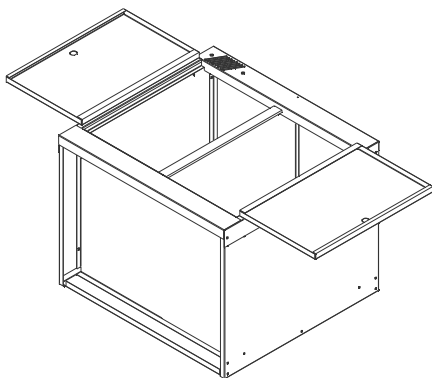

Рис.5
2.5. Закрепить двери на лицевой панели (рис.5).